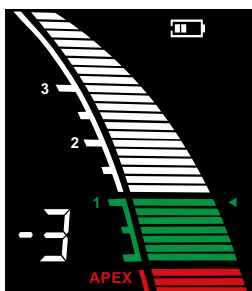

Figura 3
3. Quando as faixas vermelhas aparecerem na tela, significa que a lima excedeu o forame apical e um bipe rápido soará ao mesmo tempo (**Figura 3**).